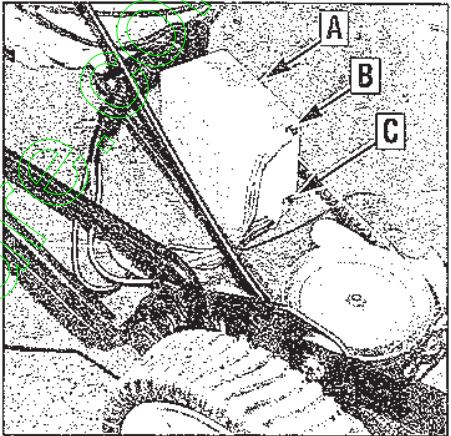

Figure 5-1: Batterie, le couvercle de la courroie étant enlevé (modèle 34367)
La batterie (A, Figure 5-1) est une pile sèche qu'il est inutile de vérifier et qui ne nécessite pas l'ajout de fluide. Toutefois, il peut être nécessaire de recharger, de retirer ou de remplacer la batterie.
2. Déconnectez le câble ROUGE positif (+) (B, Figure 5-1) de la batterie et mettez-le à l'écart.
3. Déconnectez le câble NOIR négatif (-) (C, Figure 5-1) de la batterie.
2. Installez la batterie, les connecteurs faisant face au côté droit de la tondeuse (Figure 5-1), vue de la position de l'opérateur. La batterie doit s'encaster correctement dans le support de la batterie. (Le couvercle doit maintenir la batterie en place).
3. Connectez le câble NOIR négatif (-) au connecteur négatif (-) de la batterie (C, Figure 5-1).
4. Connectez le câble ROUGE positif (+) au connecteur positif (+) de la batterie (B, Figure 5-1).